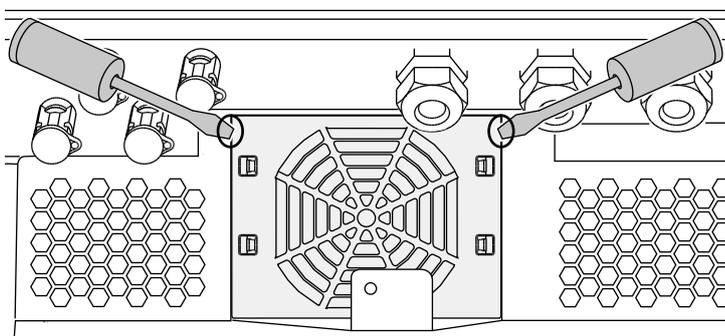

Fig. 57: Staccare la griglia della ventola
2. Smontare la ventola. A tale scopo appoggiare un cacciavite sul bordo della ventola ed esercitare una leggera pressione sulla griglia. ➤ **Fig. 57**